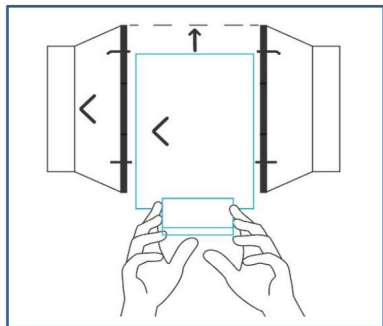

Fig. 9.
4) Skjut tillbaka motorlådan i flänsfästet och se till att dess luftflödespil pekar i samma riktning som flänsfästets pil. Dra åt metallklämmorna med en stjärnskruvmejsel och en tång för att säkra motorlådan. Se (Fig.9.)